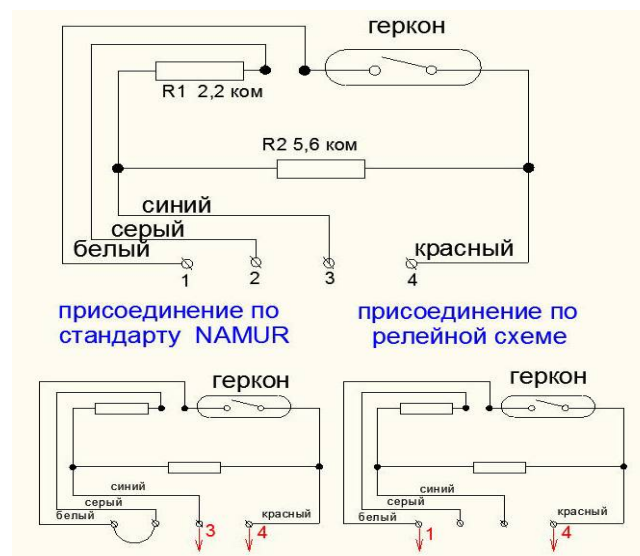

Рисунок 3. Схема импульсного выхода.
7.2. Импульсный выход решен по 4-х проводной схеме (см.рис.3), что позволяет подключать счетчик как к обычным релейным считывающим устройствам, так и к устройствам, поддерживающим стандарт NAMUR (DIN EN 50227, DIN 192234). Стандарт NAMUR предусматривает возможность контроля считывающим устройством обрыва провода и короткого замыкания. Для этого в цепь геркона включены два дополнительных сопротивления.